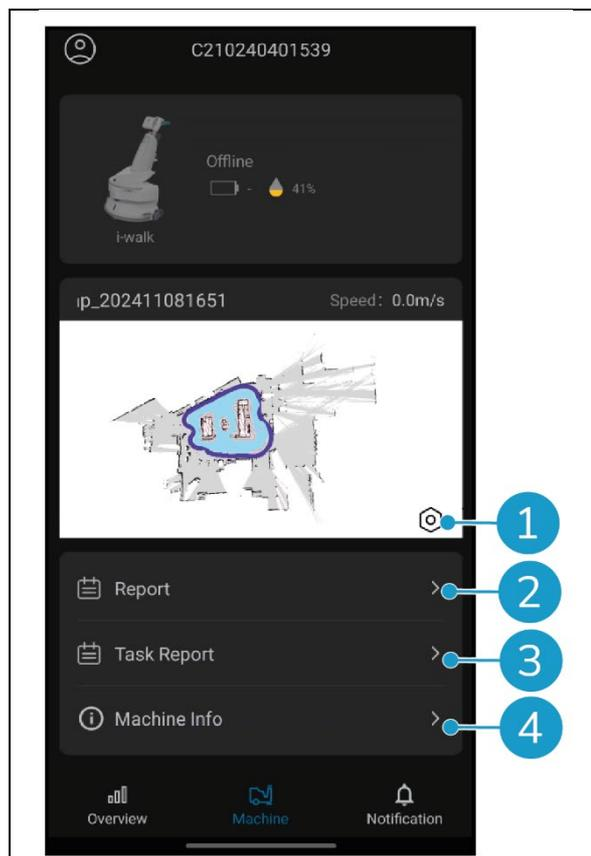

Figura 32
- Toccare l'icona [Dado] (Figura 32, pos. 1) per modificare la mappa di pulizia. È possibile disegnare sulla mappa per indicare le aree da evitare.
- Toccare il pulsante [Report] (Figura 32, pos. 2) per aprire il Rapporto macchina.
- Toccare il pulsante [Rapporto attività] (Figura 32, pos. 3) per aprire il Rapporto attività.
- Toccare il pulsante [Info macchina] (Figura 32, pos. 4) per visualizzare le informazioni sulla macchina.